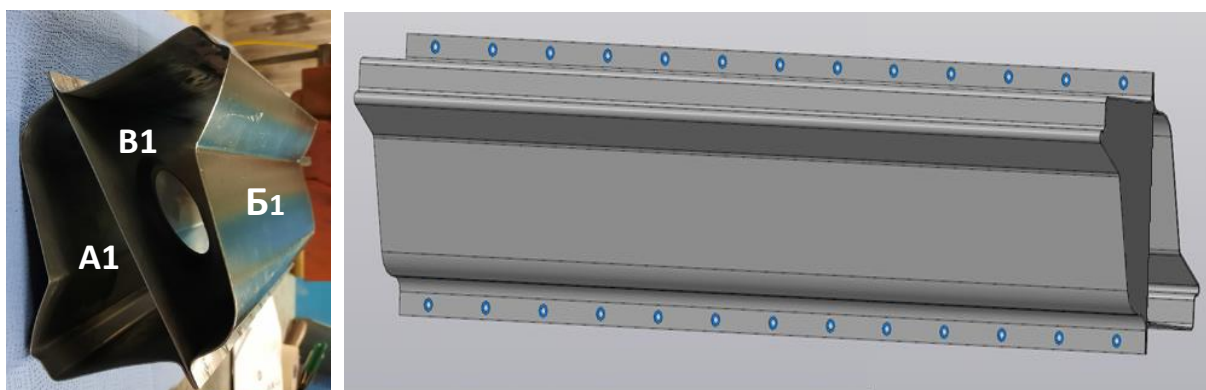

Рис. 2. Коробчатая конструкция, имитирующая структурные элементы нижней части кузова автомобиля (порог)
9. Соединить детали контактной точечной сваркой согласно схеме №1 и Рис. 2.